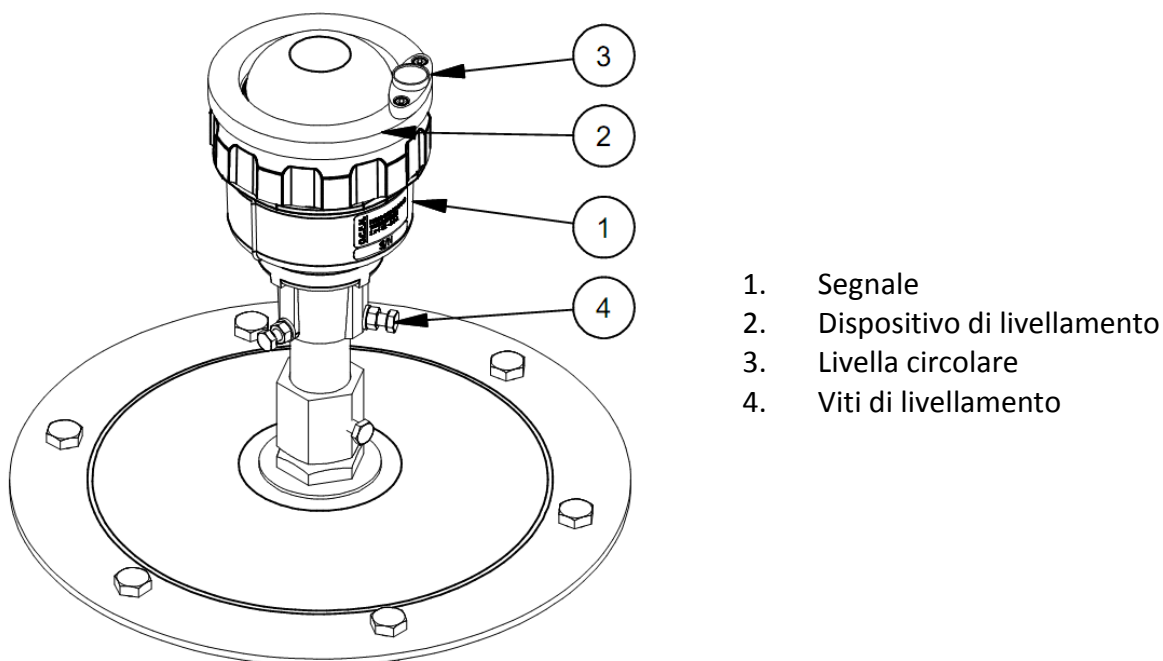

Figura 5 – Dispositivo di Livellamento
- posizionare sull'anello di bloccaggio della lente il dispositivo di livellamento (P/N 332.3500 disponibile su richiesta) come mostrato in Figura 5. Livellare il segnale agendo sulle tre viti di livellamento fintanto che la bolla non è centrata